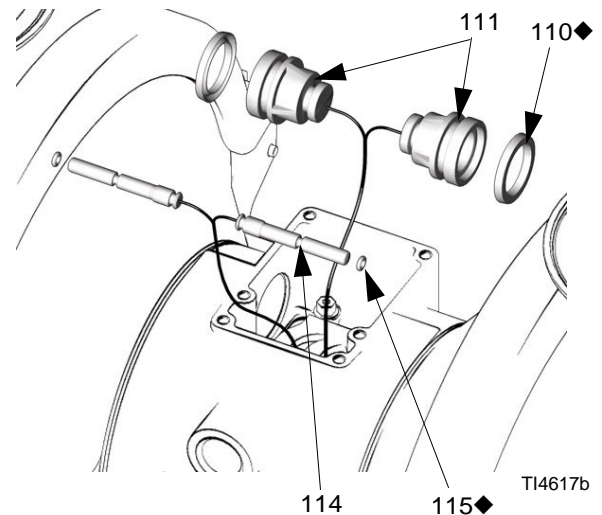

FIG. 8
4. Extraiga los dos pistones de accionamiento (111). Retire las copas en U (110) de los pistones. Extraiga los pasadores piloto (114). Retire las juntas tóricas (115) de los pasadores piloto. Consulte la FIG. 8.